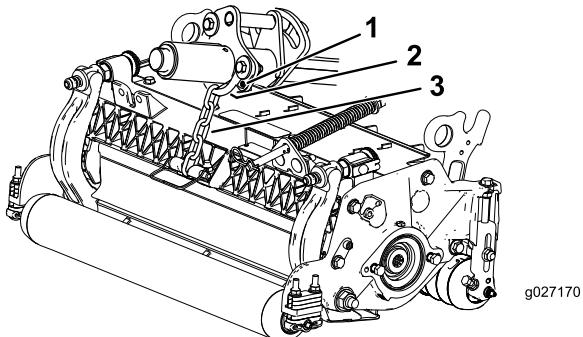

Figure 14
L'emplacement de fixation de la chaîne du bras de levage détermine l'angle d'inclinaison du rouleau arrière (Figure 14).
* Signifie que le support en U du bras de relevage est placé dans le trou inférieur (Figure 14).